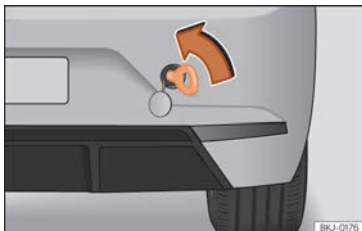

Fig. 48 Pare-chocs arrière droit : œillet de remorquage vissé.
- Vissez l'œillet de remorquage dans le logement en le faisant tourner au maximum **dans le sens inverse des aiguilles d'une montre** »» **fig. 48** »» ❶. Utilisez un objet approprié pour visser fermement et entièrement l'œillet de remorquage dans son logement.
❶ ATTENTION